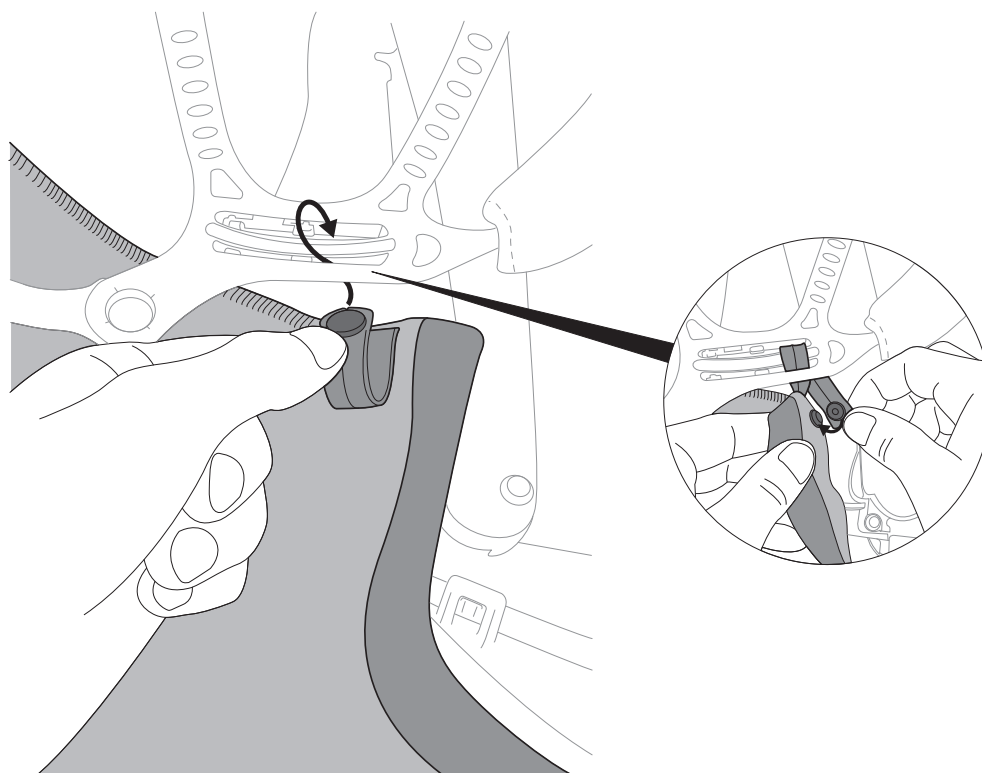

Fig. 29f
- e. Faire passer les élastiques à boutons-pression gauche et droite de la cagoule autour des glissières de la coiffe, puis les enclencher en place (Fig. 29f).